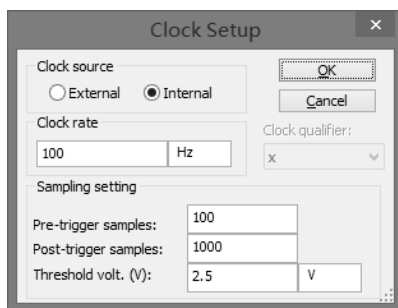

图 4.6.10 “Clock Setup”对话框
(1) 设置时钟信号。双击逻辑分析仪图形, 打开其面板, 在下面的“Clock”区域单击“Set...”按钮, 打开“Clock Setup (时钟设置)”对话框, 如图 4.6.10 所示, 在“Clock source (时钟源)”区域选中“Internal (内部)”单选按钮, 在“Clock rate”区域数字框中输入 100Hz, 和 V1 信号源的频率一致; 在“Threshold volt (阈值电压, 门槛电压)”文本框中输入 2.5V; 其他保持不变。单击“OK”按钮。